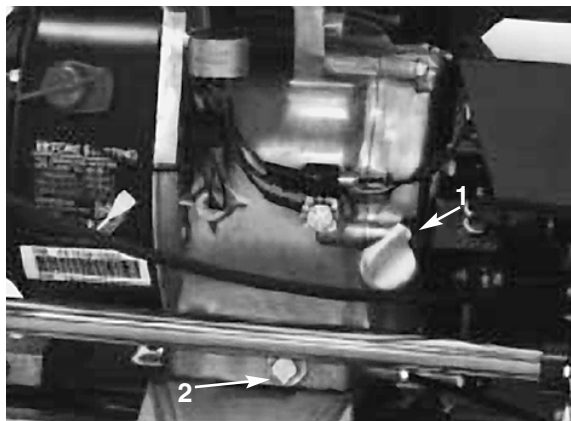

Fig. 22
livello dell'olio (Fig. 22).
2. Collocare una bacinella sotto il tappo di spurgo, sul retro della macchina (Fig. 22); togliere il tappo di spurgo.